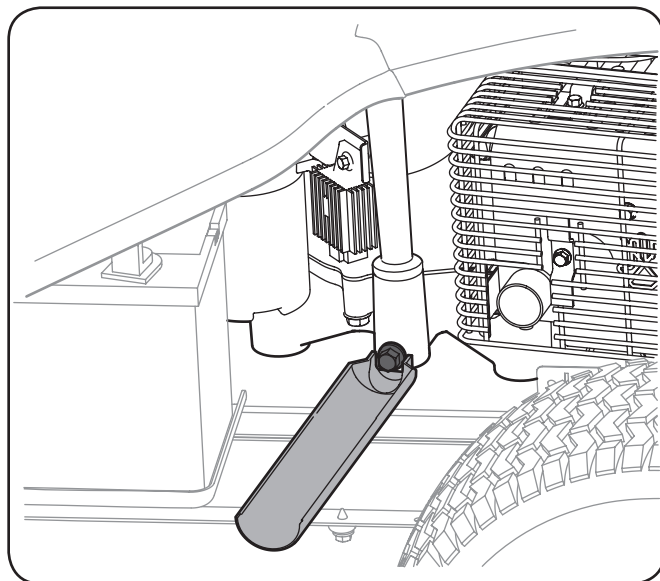

Figura 6-1
4. Coloque el extremo pequeño de la manga de drenaje de aceite en el espacio provisto alrededor del tapón de drenaje de aceite. Vea la Figura 6-1.